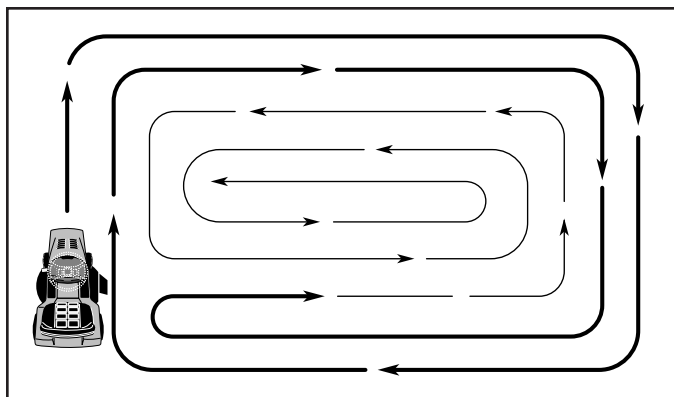

Fig. 26
- Pour tondre une grande surface, on vous conseille de commencer par tourner à droite, de façon à ce que l'herbe ne soit pas déversée sur les arbustes, les clôtures, les allées, etc. Après un ou deux tours, tondez en sens inverse en tournant à gauche jusqu'à ce que le travail soit achevé (Voir la Fig. 26).